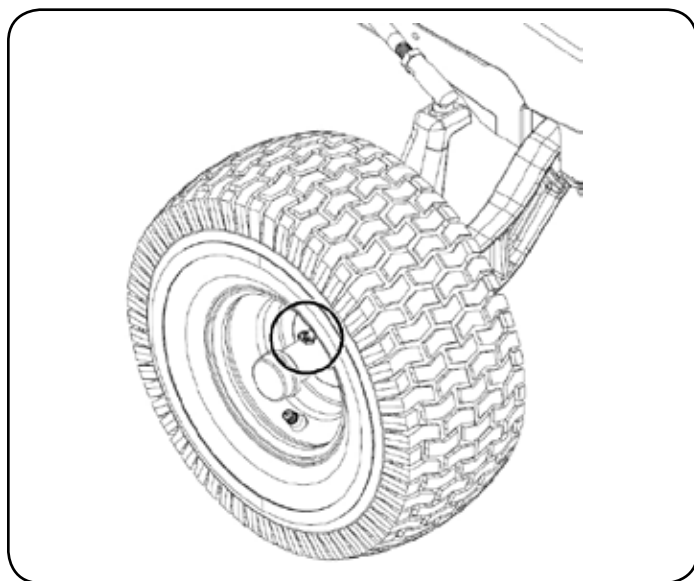

Figura 19
- Debajo de los guardabarros traseros dentro de las ruedas hay una varilla de ajuste de elevación para cada lado de la plataforma. Vea la Figura 19.